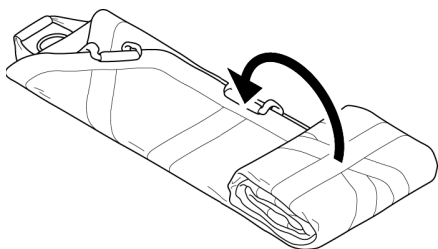

Afbeelding 5
1. Vouw elke lange zijde om naar het midden van het tilzeil (zie afbeelding 5 en 6).